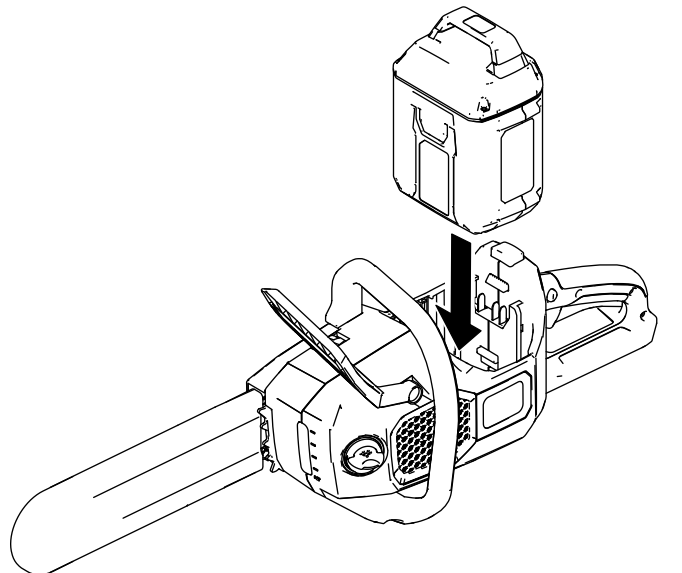

Figura 9
3. Alinee la lengüeta de la batería con el hueco correspondiente de la motosierra (**Figura 9**).